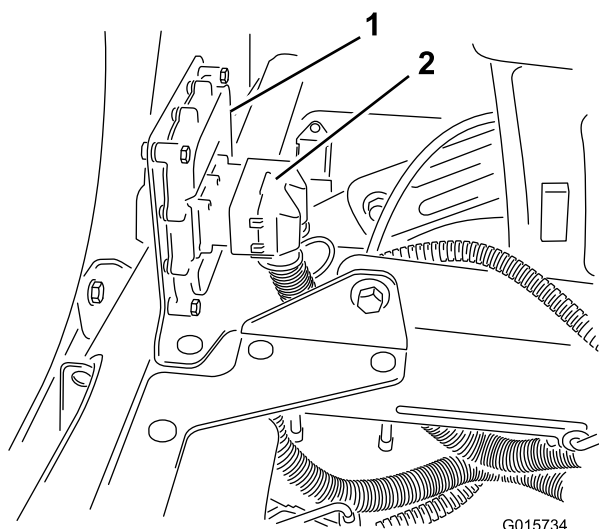

Figura 18
1. **En el modelo 5800**, conecte el terminal del arnés de cables al controlador electrónico y apriete con una llave Allen (Figura 18).